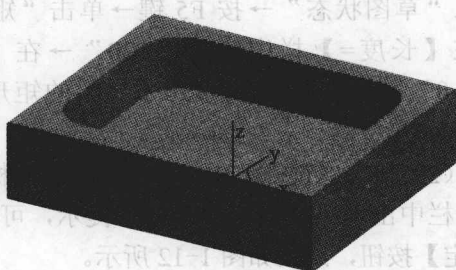

图 1-17
(5) 单击“真实感显示”图标，结果如图 1-17 所示，单击“相关线”图标→在立即菜单中选取【实体边界】→按图 1-18 所示，拾取型腔边界线。